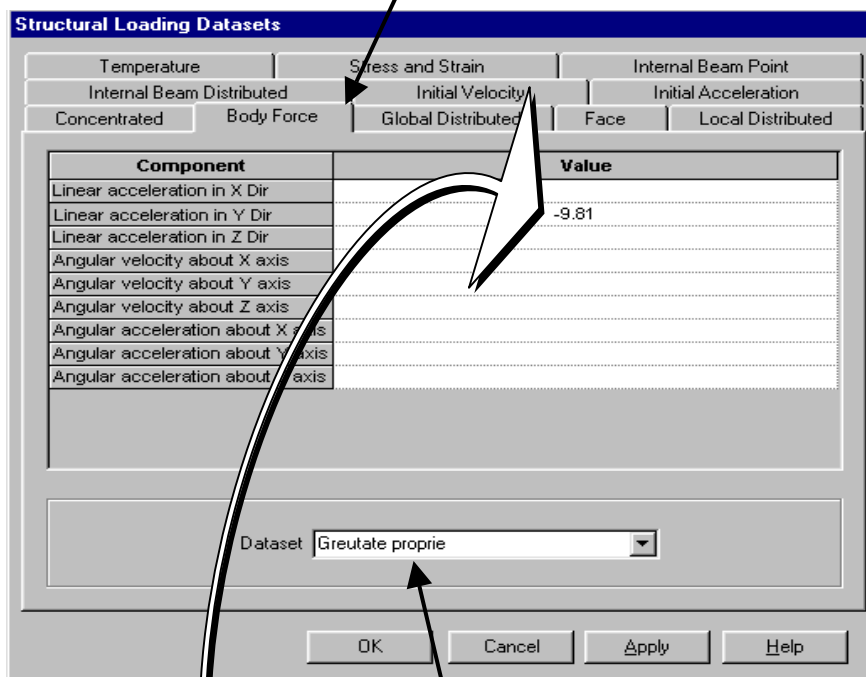

Fig. 36
- în caseta de dialog se alege încărcarea de tip volumetric (**Body Force**) (fig. 36)